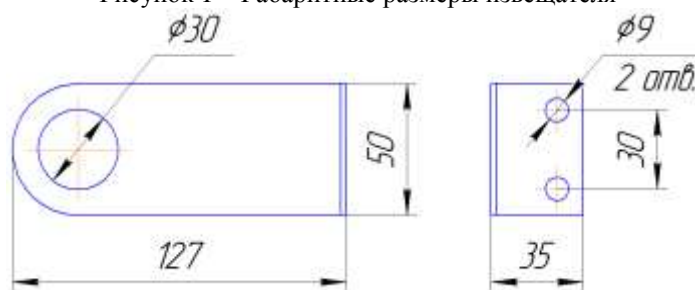

Рисунок 2 – Крепежное устройство (К-05)
- при наличии крепежного устройства (К-05) определить место установки, разметить место крепления (см. рисунок 2) и закрепить крепежное устройство на рабочем месте;